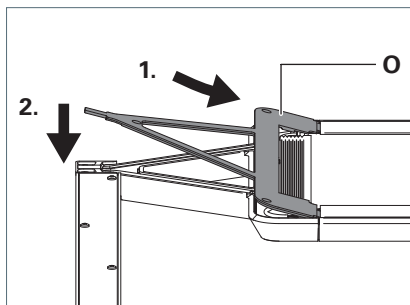

Fig. 17: Montare la copertura.
1. Inserire la copertura **O** con le tre linguette sulla parte inferiore della copertura nelle fessure sulla testa dell'apparecchio e premere fino all'innesto, vedere Fig. 17.